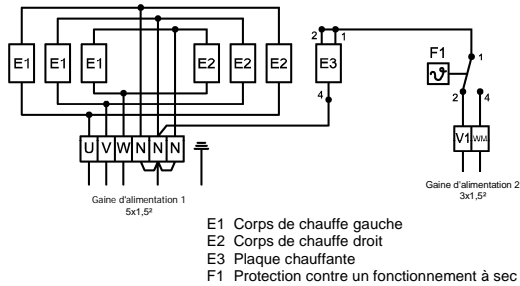

Fig.5
- Insérer le câble de branchement dans les presse-étoupe et serre-câbles et le brancher suivant le schéma de câblage (voir Fig.5).